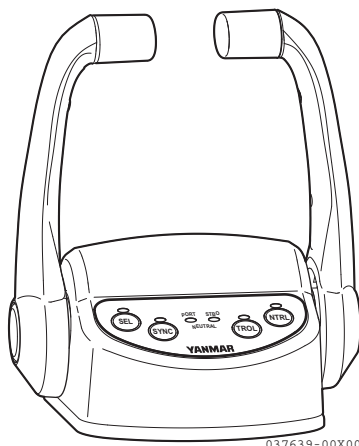
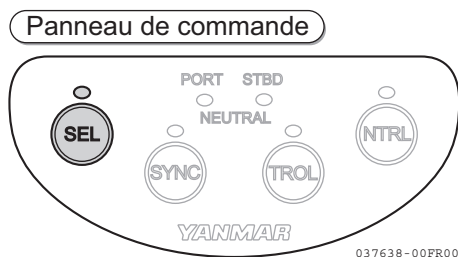

Figure 9
Figure 10
- La lampe du panneau de commande s'allume, et la lampe de la commande de réglage (**Figure 9**) « SEL » (**Figure 10**) va s'allumer ou va clignoter.